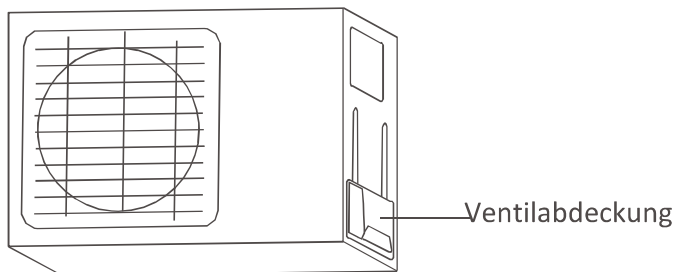

Abb. 5.9
1. Schrauben Sie die Abdeckung vom Stopfbuchsenventil an der Seite der Außeneinheit ab. (siehe **Abb. 5.9**)